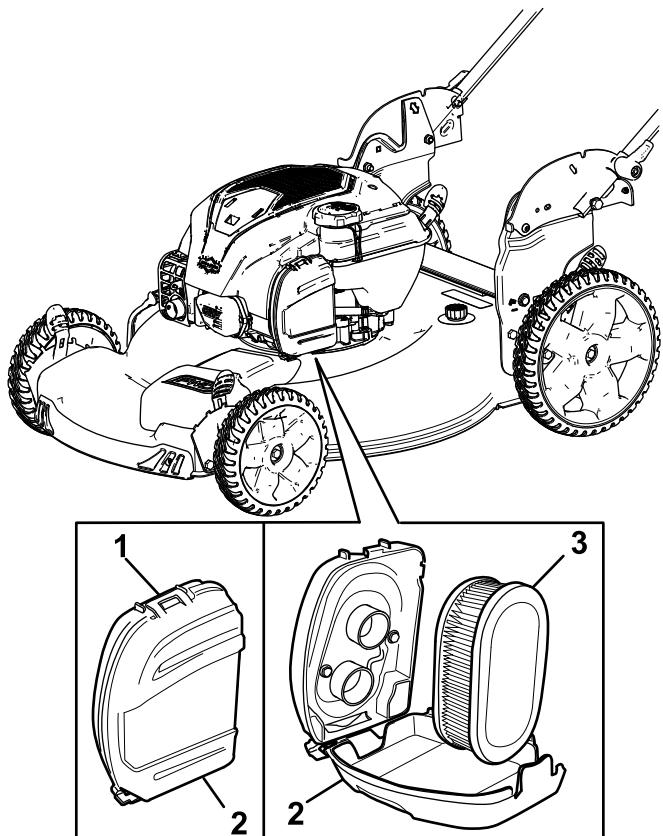

図 25
1. エアフィルタカバー上部のクリップを外す図 25。
2. エアフィルタを取り外す(図 25)。